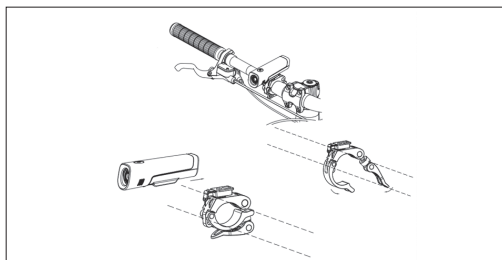

Figura 9-1
- a. Montar o farol frontal no guidador, como se mostra na **Figura 9-1**.